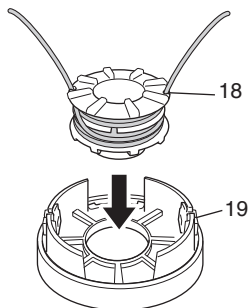

Fig. 24
- (5) Insérez les deux bouts libres du fil dans le guide-cordon (19) lorsque vous placez la bobine dans le boîtier. (Fig. 24)